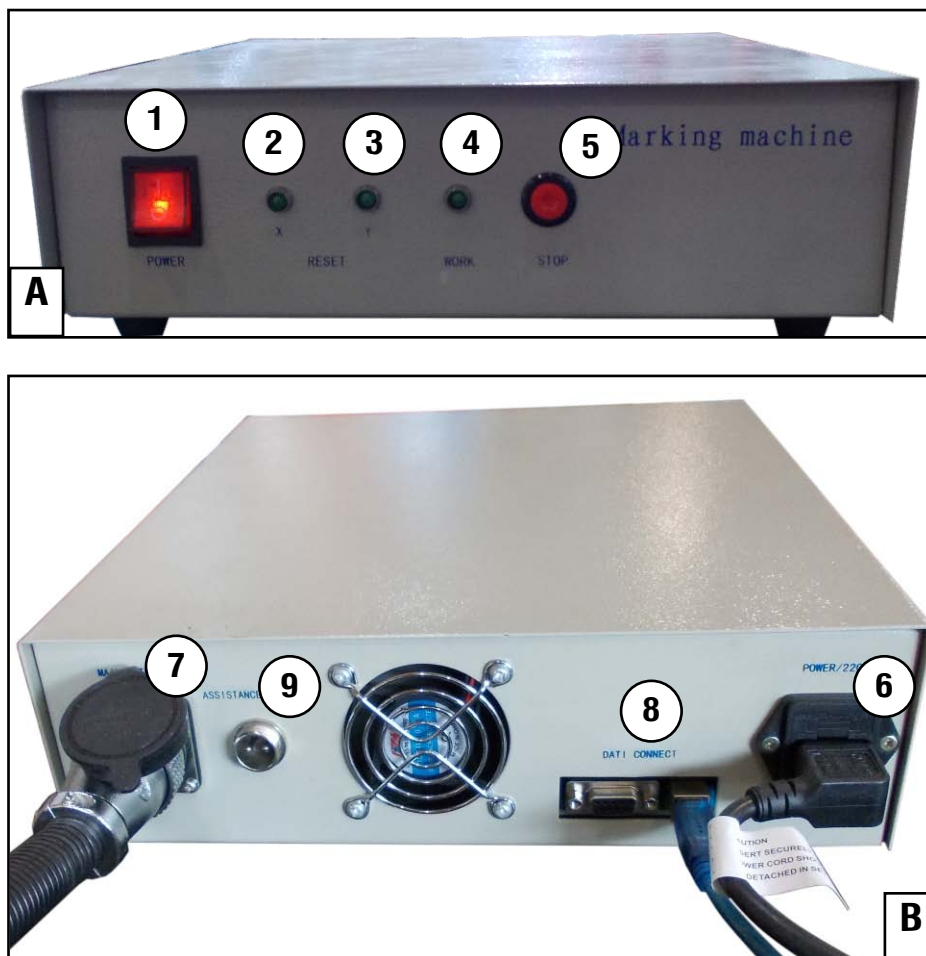

Figura 14 – Comandi e connessioni sull'elaboratore (A: Anteriore – B: Posteriore).
- Qualora siano stati acquistati gli accessori M040/CF e/o M040/CP (rispettivamente comando a distanza e comando a pedale) collegare il cavo al connettore rif. 7 in Figura 14.